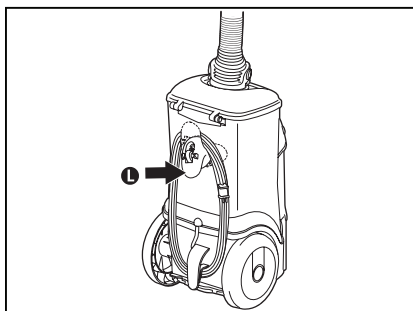

Fig. 7
Étape 5: Faites tourner le crochet de cordon **L** située sur la partie inférieure du traîneau pour libérer le cordon (Fig. 7).
Étape 3: Faites tourner le crochet de cordon **L** située sur la partie inférieure du traîneau pour libérer le cordon (Fig. 7).